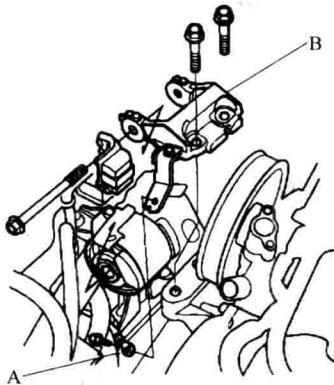

图 1-1-5 拆下接地线和发动机
6. 把接地线 A 从发动机侧安装支架 B 上拆下（图 1-1-5），然后再拆下发动机侧安装支架的上半部分。